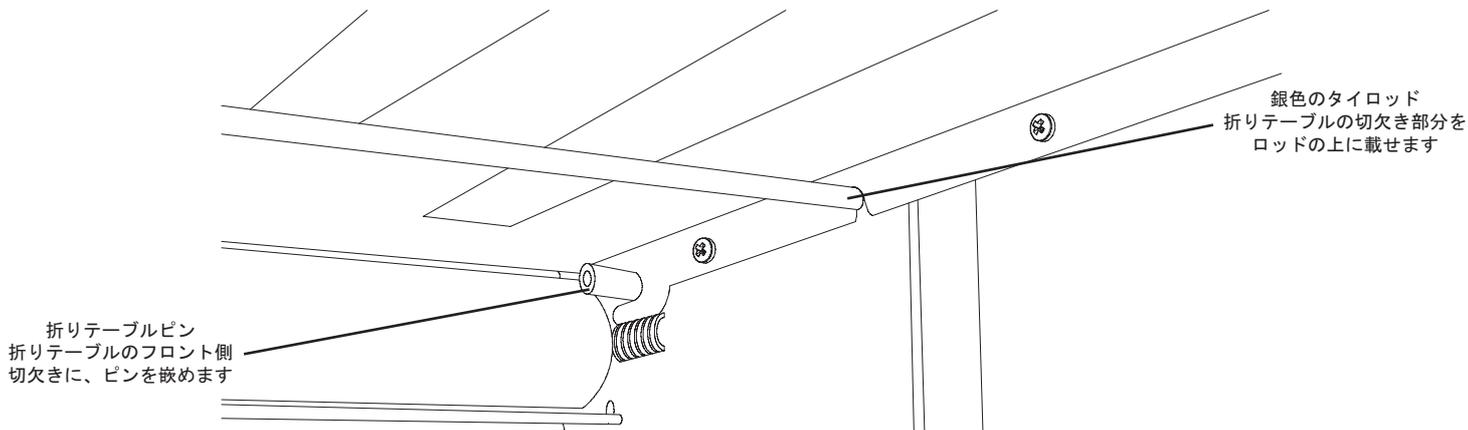

図6
- ・ 両方の折りテーブルの端に設けられている切欠きは、折り機内側にある2本の銀色のピンにぴったり合うようになっています(図6)。
- ・ 折りテーブルのもう一つの切欠きを銀色のタイロッド位置に合わせ、折りテーブルをその上に載せます。(図6を参照)。
ヒント: 折り機の底面側から折り機を見ながら折りテーブルを取り付けることをお勧めします(図6に示すとおり)。